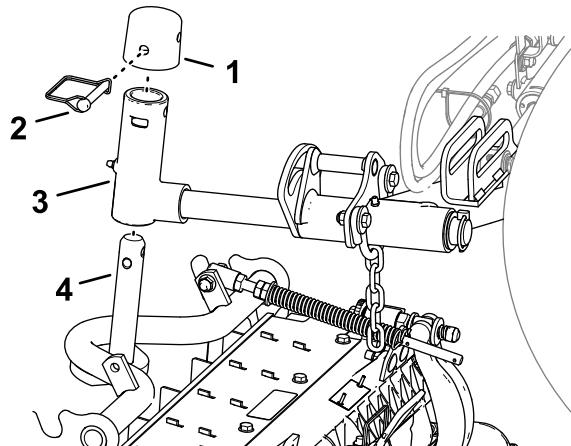

Figura 23
1. Deslize uma unidade de corte sob o braço de elevação (Figura 23).